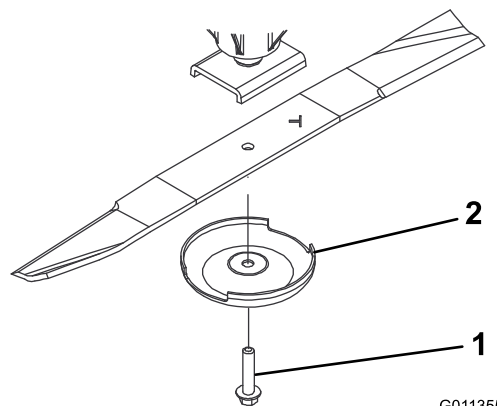

Bild 93
3. Entfernen Sie die Messerschraube, die Antiskalpierkuppe und das Messer von der Spindelwelle (Bild 93).